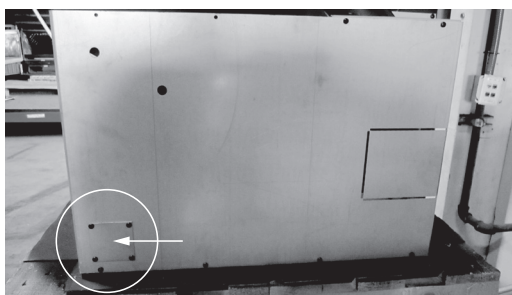

Figure 22.3
6. Installez la plaque de couverture par dessus l'ouverture du conduit d'évacuation supérieure en utilisant 4 vis (**Figure 22.3**).